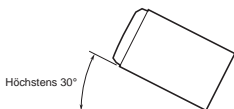

Abbildung 2
2. Installieren Sie das Gerät in einem Winkel von 30° - von der Horizontale ausgesehen. (Abbildung 2)